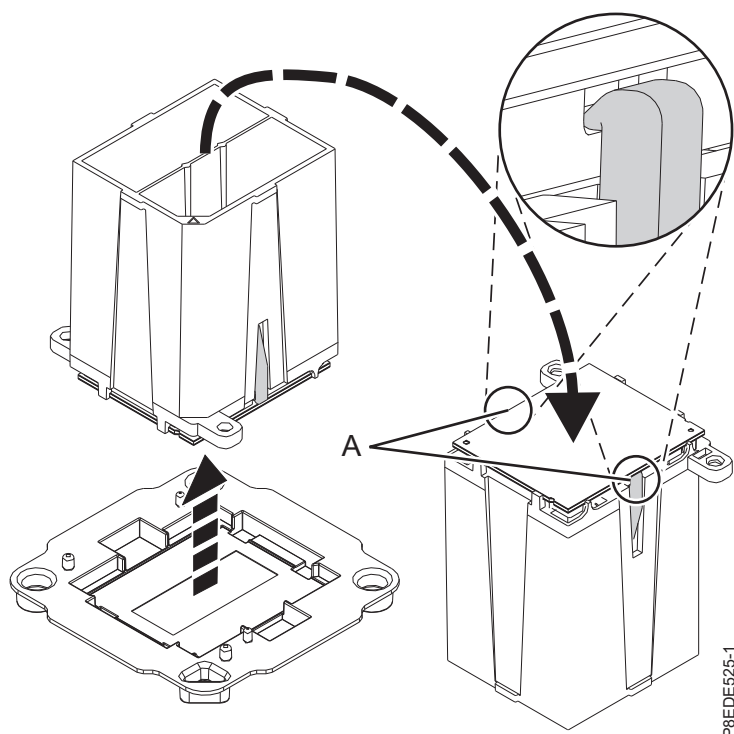

図 12. システム・プロセッサ・モジュールの取り付けの準備
- b. 両方のご部 (A) がしっかりとシステム・プロセッサ・モジュールをつかんでいることを確認します (図 12 を参照)。